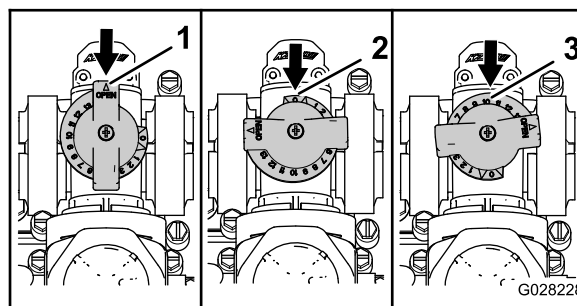

Figura 75
- A válvula de distribuição da agitação está na posição totalmente Aberta, conforme mostrado em A da Figura 75.
- A válvula de distribuição da agitação está na posição Fechada (0), conforme mostrado em B da Figura 75.
- A válvula de distribuição da agitação está numa posição intermédia (ajustada em relação ao indicador de pressão para o sistema de pulverização), conforme mostrado em C da Figura 75.